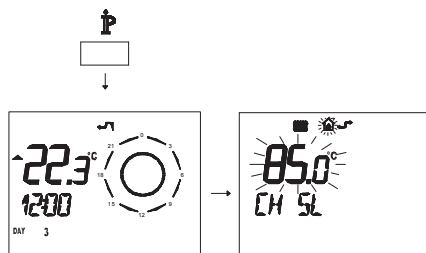

Figura 5.42
- Premere per più di 3 secondi il pulsante  per entrare in modalità **INFO** (Figura 5.42).